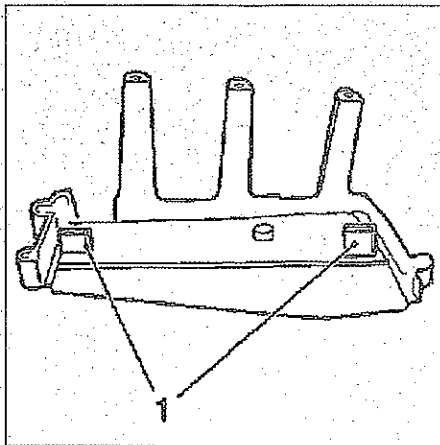

FIG. 19
- Cortar los nervios de plástico (1) en la carcasa nuevo (fig. 19) con un útil apropiado.